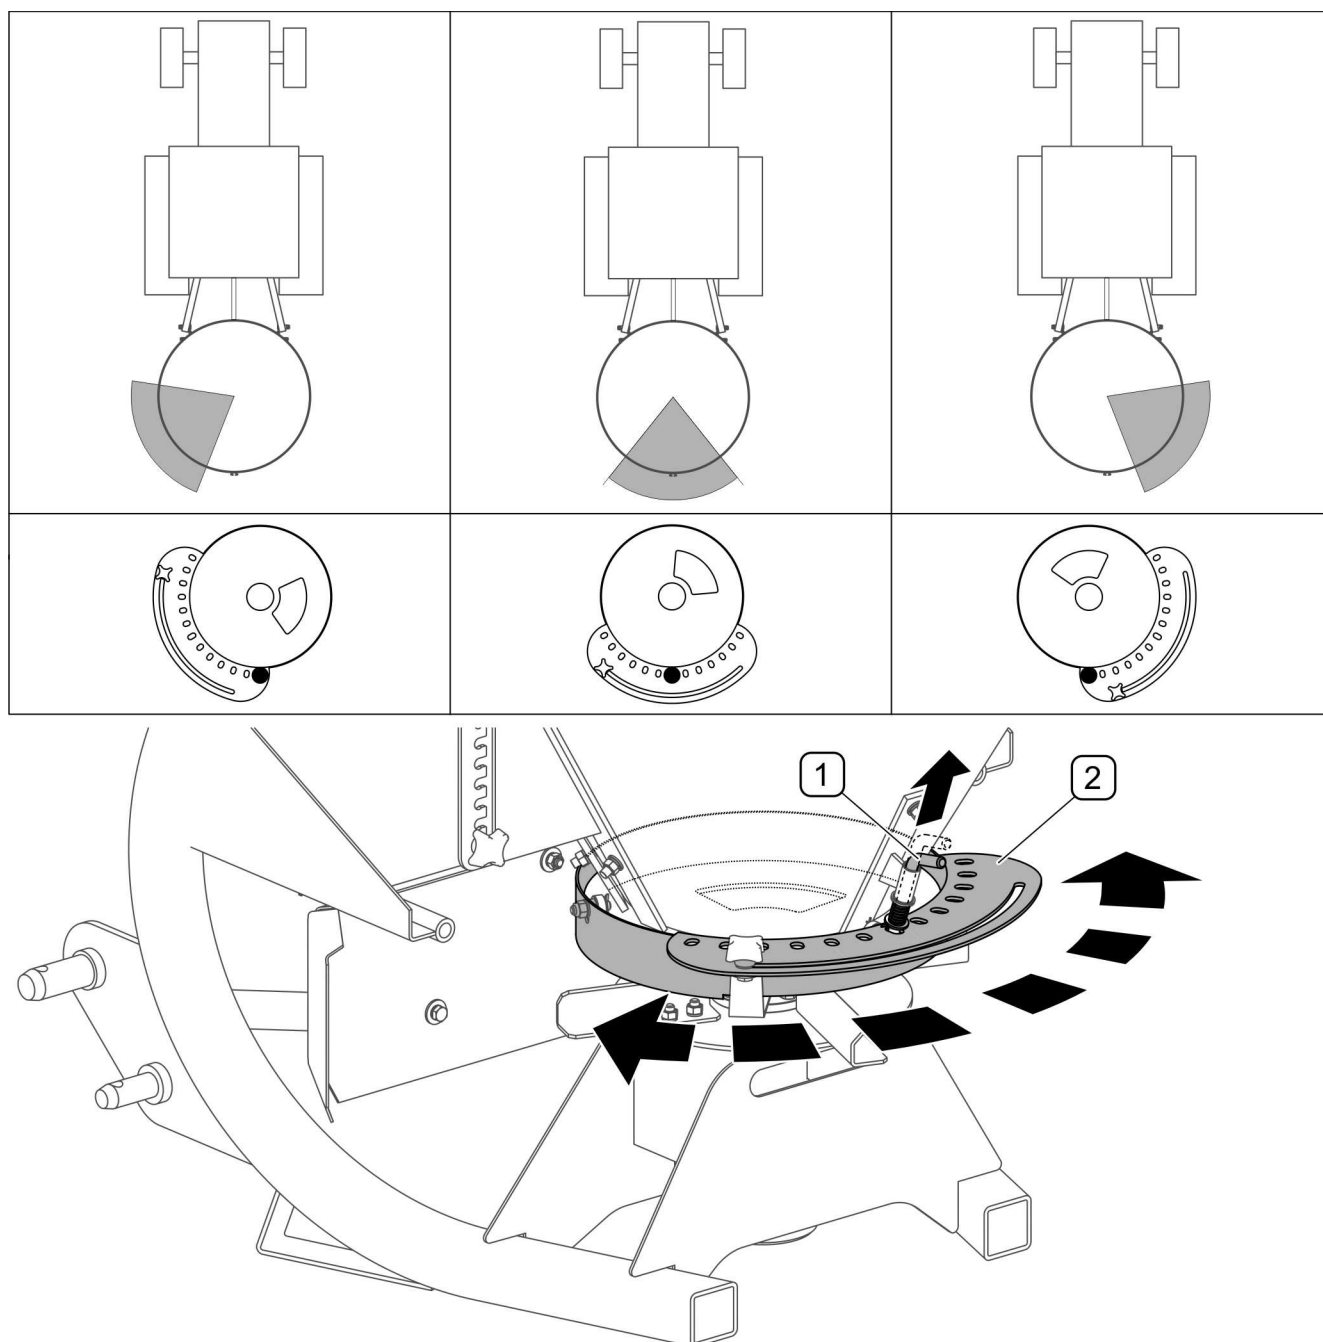

FIGURA 4.6 Regulación de la dirección de esparcido
(1) - pasador de seguridad ; (2) - disco de ajuste de dirección
La regulación de la dirección de esparcido (FIGURA 4.6) se realiza tirando del pasador de seguridad (1) y girando el disco (2) alrededor del eje vertical del depósito. Una vez que el disco se ha colocado en la posición deseada, asegúrelo para evitar que se mueva libremente, insertando el extremo del pasador en el orificio correspondiente del disco. Colocar el pasador (1) en el orificio central del disco (2) permite un esparcido simétrico con respecto al eje de avance del tractor. Para conseguir un esparcido asimétrico hacia la